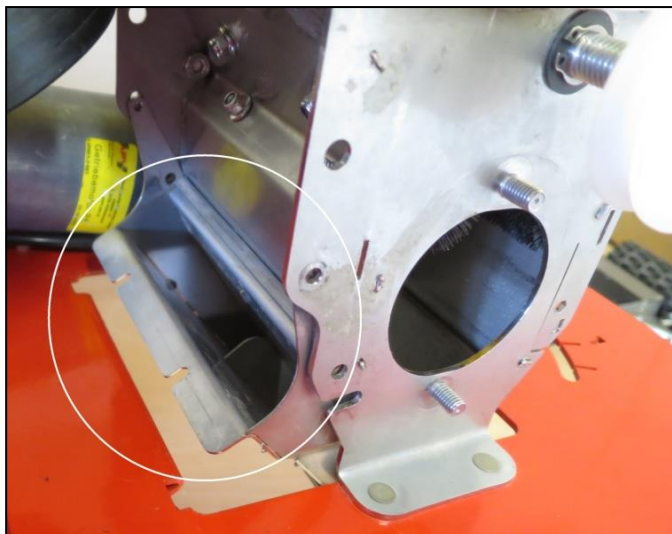
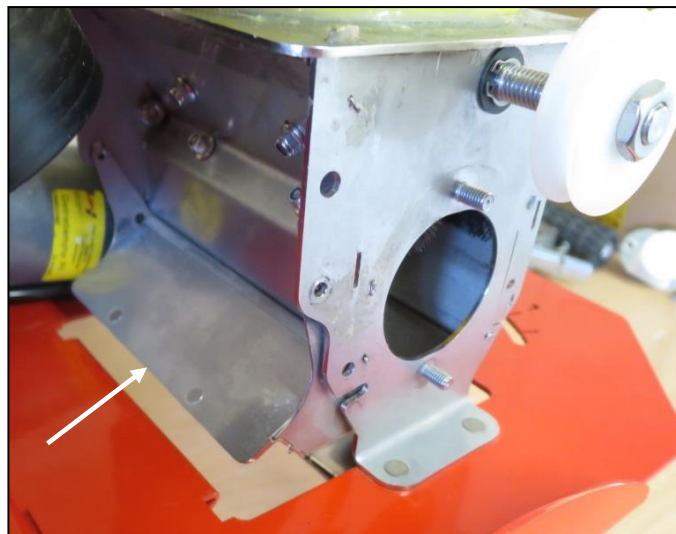

Abb.: 96
Abb.: 97
- Montieren Sie nun, wie auf den Abb.: 96 und Abb.: 97 ersichtlich, die Gebläseabdeckplatte auf der hinteren Seite der Dosiereinheit.